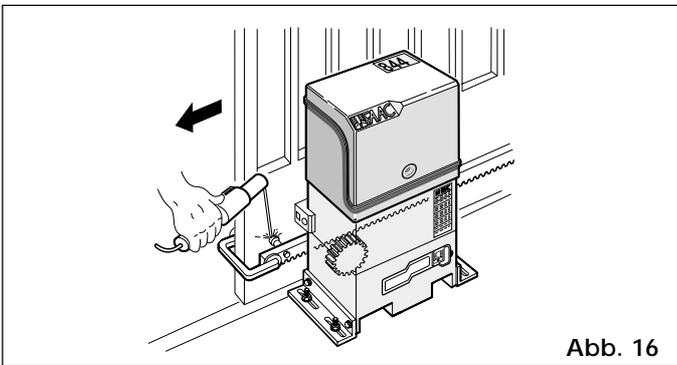

Abb. 16
- 3) Das erste Zahnstangenelement bündig auf das Ritzel auflegen und den Bolzen gem. Abb. 16 am Tor verschweißen.